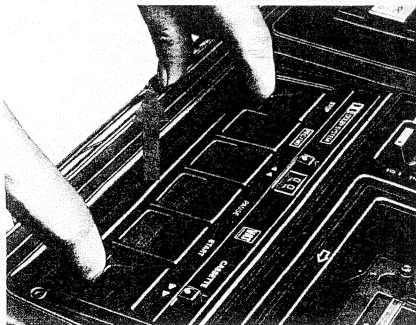

Abb. 2
2. Am Cassettenrecorder die Tasten „Stopp“ und „Vorlauf“ gleichzeitig drücken und festhalten; in die Fingermulden der Abdeckleiste greifen und diese hochheben (Abb. 2).